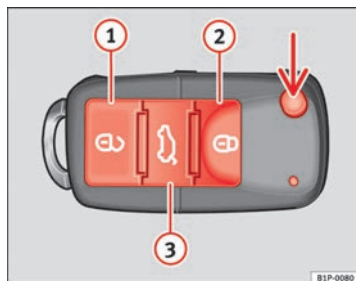

Fig. 64 Teclas de la llave con mando a distancia
Con la tecla ⇒ fig. 64 (flecha) del mando, se desbloquea el paletón de la llave.
Desbloqueo del vehículo ⇒ fig. 64 ①.
Bloqueo del vehículo ⇒ fig. 64 ②.
Desbloqueo del portón trasero. Pulse la tecla ⇒ fig. 64 ③ hasta que todos los intermitentes del vehículo parpadeen brevemente. Al pulsar la tecla de desbloqueo ③, dispone de 2 minutos para abrir el portón. Una vez transcurrido este tiempo se bloqueará de nuevo.
Además, el testigo de la pila de la llave ⇒ fig. 64, parpadea.
Pulsando una vez la tecla ⇒ fig. 64 ①, se abrirá sólo la puerta del conductor, permaneciendo el resto cerradas.
Pulsando dos veces la tecla  ⇒ fig. 64 , se desbloquearán todas las puertas.
- Pulse la tecla  => fig. 64 del mando a distancia.